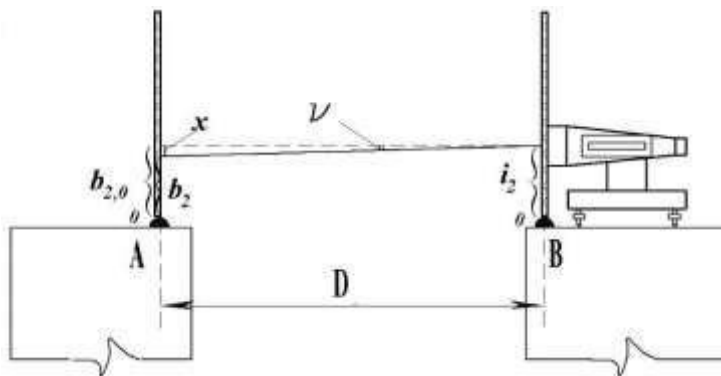

Рис. 18. Нивелирование линии $B - A$
14. Переносят нивелир в т. B (рис.18) и повторяют действия пунктов 2–12. При этом отсчеты по линейке, показанные в табл. 2, обозначены индексом "2", т.е.: